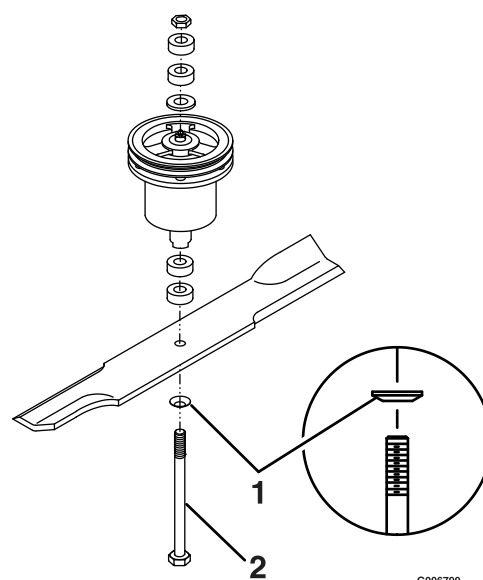

Figure 8
- Reposez les lames (si elles ont été déposées) et serrez les boulons de lames à un couple de 102 à 109 N·m (75 à 80 pi-lb). Veillez à tourner le côté bombé de la rondelle élastique vers la tête du boulon (voir Figure 8).